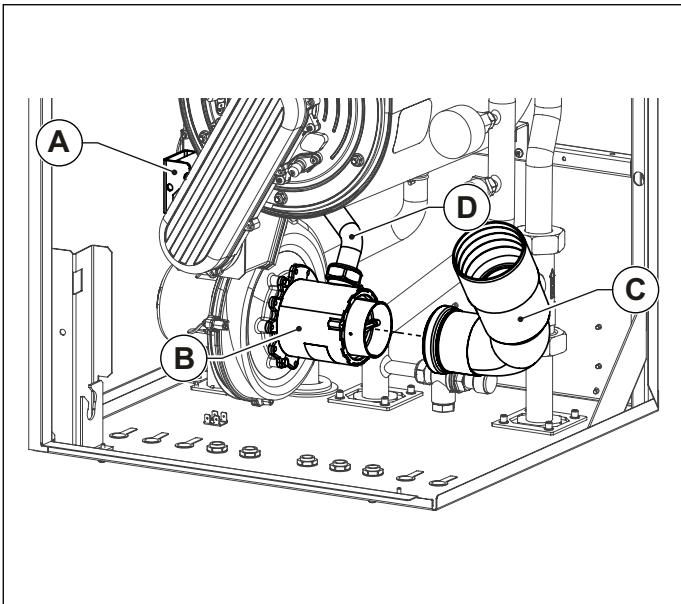

Fig. 38 Tobă de aspirație
- Scoateți amortizorul de aspirație **C** de pe amestecător (numai KR 85) (vezi Fig. 38 Tobă de aspirație).
- Deconectați tubul de alimentare cu gaz **D** de la amestecător (consultați Fig. 38 Tobă de aspirație).
- Conectați tubul de alimentare cu gaz **D** la amestecător (consultați Fig. 38 Tobă de aspirație).